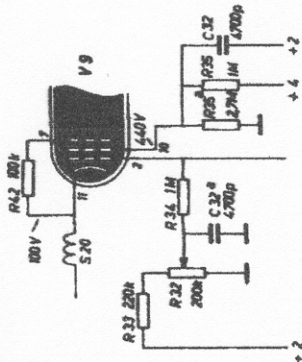

Fig. 1
**Oplossing:** Bij draaien aan de helderheidsregelaar R 32 was het beeld wel donker, maar niet licht genoeg te krijgen. Allereerst werden alle spanningen aan de beeldbuis gemeten, waarbij bleek dat de spanning op punt 2 van de beeldbuis te laag was zodat de buis een te hoge negatieve spanning bleef houden wanneer de helderheidsregelaar op maximum spanning stond ingesteld. De weerstand van R 33 (220 k $\Omega$ ) was te hoog geworden. Na vervanging van deze weerstand was het toestel weer in orde. Zie fig. 1